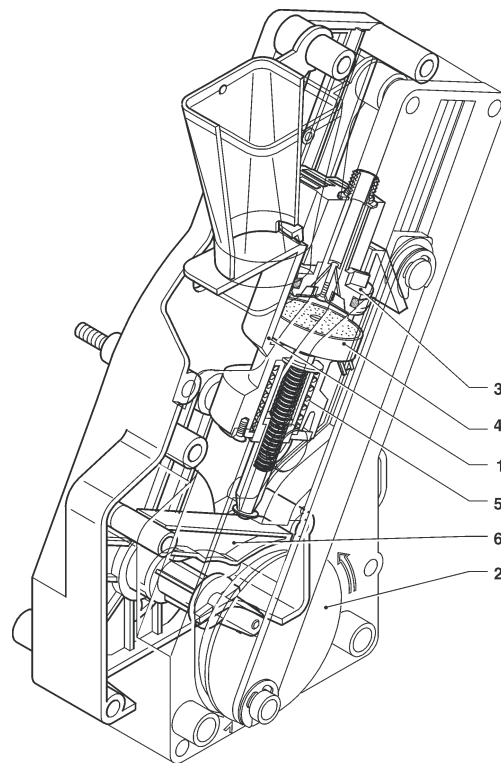

Рис. 15
Рычаг редукторного двигателя, контактирующий с диском (2), расположенным на внешней стороне блока, поворачивается на 180°, заставляя камеру заваривания повернуться и опуская верхний поршень (3) (см. Рис. 15).